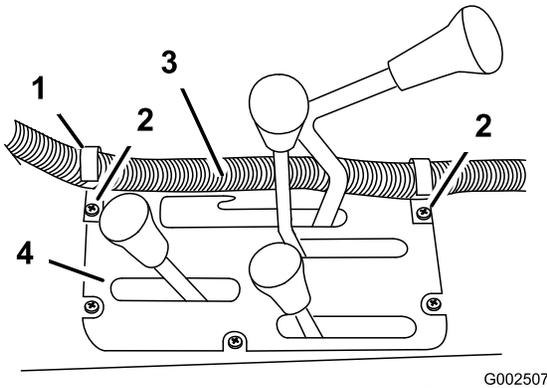

Figura 26
6. Monte os dois grampos em forma de J na consola central nos pontos indicados em Figura 26 utilizando os parafusos existentes.